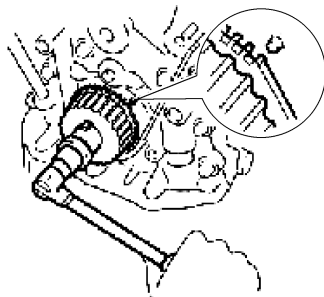

图 1-110 对准正时标记
② 使用曲轴带轮螺栓,转动曲轴,将曲轴正时带的正时标记与油泵对齐,见图 1-110。